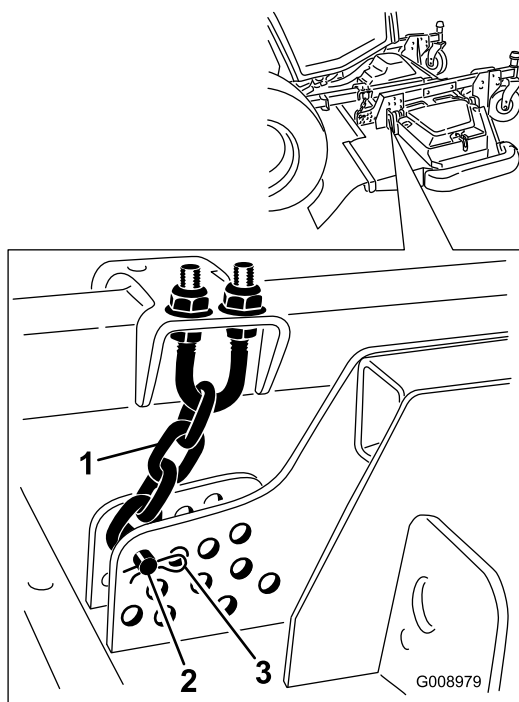

Figure 24
5. Enlevez la goupille fendue et l'axe de chape qui fixent les chaînes de hauteur de coupe à l'arrière du plateau de coupe (Figure 24).